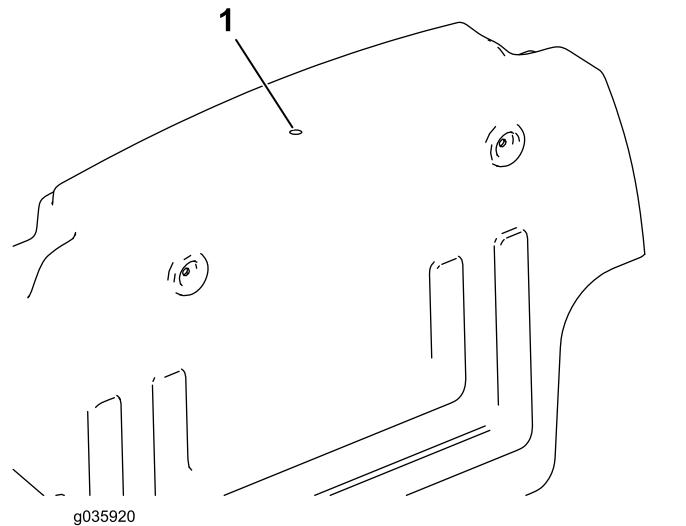

Bild 6
1. Bohren Sie ein 8 mm großes Loch 15 mm von der Mittellinie des Schotts in der Mitte des Schotts (**Bild 6**).